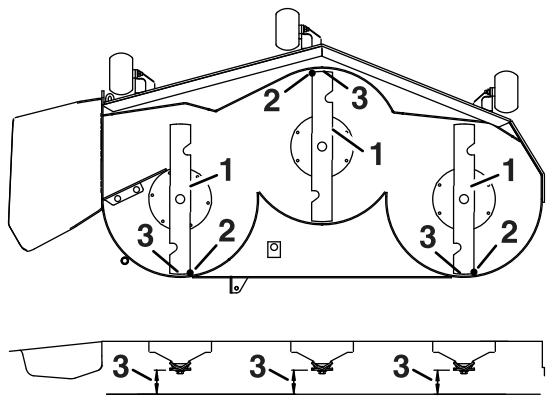

Figura 121
7. Compruebe el nivel longitudinal de la cuchilla (Figura 121). Asegúrese de que la punta de la cuchilla delantera está más abajo que la punta de la cuchilla trasera, como se muestra en Altura de bloque y soporte. Si es necesario realizar ajustes, siga con este procedimiento.